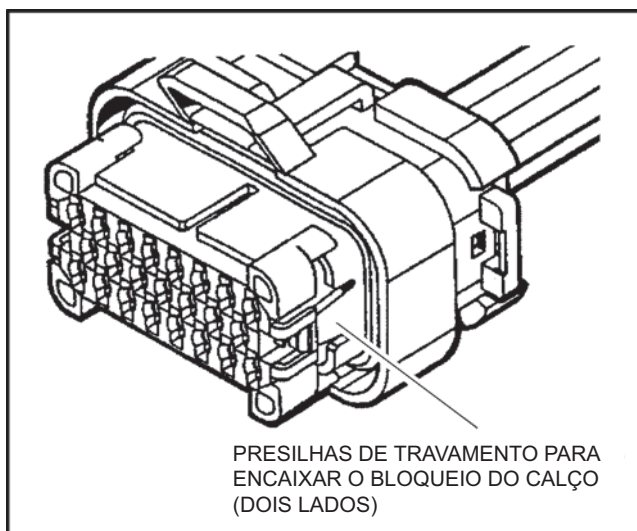

Figura 7-10. Montagem do conector – Figura 3
3. Depois que todos os contatos necessários foram inseridos, o bloqueio de calço deverá ser fechado na sua posição travada. Solte as presilhas de travamento apertando-as para dentro (Consulte a Figura 7-10.).